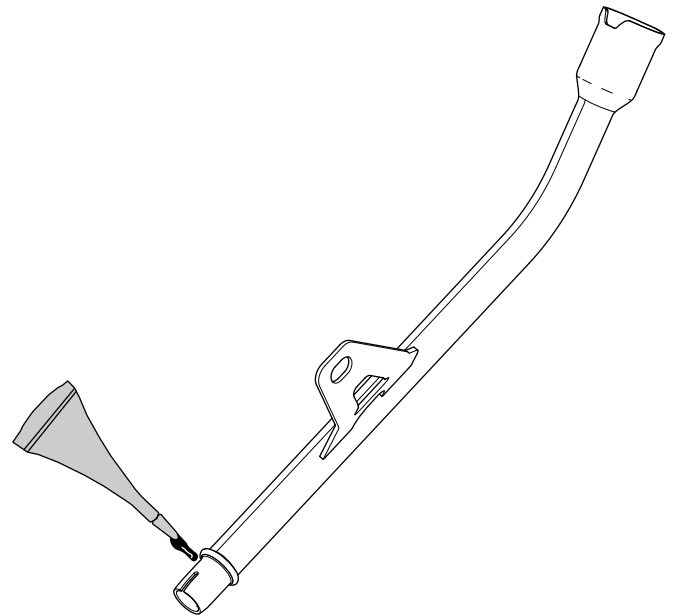

Figura 8
4. Aplique o Loctite® 620 uniforme e niveladamente na superfície do vedante do tubo da vareta (Figura 8).